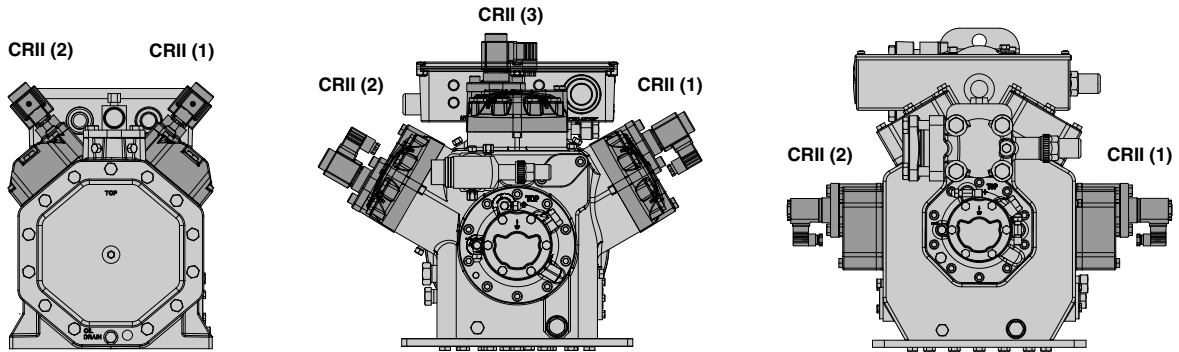

Abb. 5: ECOLINE 4-, 6- und 8-Zylinder-Verdichter mit CRII-System jeweils vollständig ausgerüstet
Montageposition der Ventiloberteile für Leistungsregelung, siehe Abbildung 5, Seite 37.
- Tandemverdichter: Mit Blick auf eine mögliche Grundlastumschaltung sollten beide Verdichtershälften mit der gleichen Anzahl CRII-Zylinderköpfe bestückt werden, siehe Abbildung 5, Seite 37.